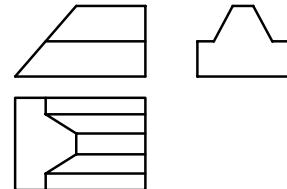

图 1-3
22. 如图 1-3 所示，该几何体表面上水平面的个数为（ ）。